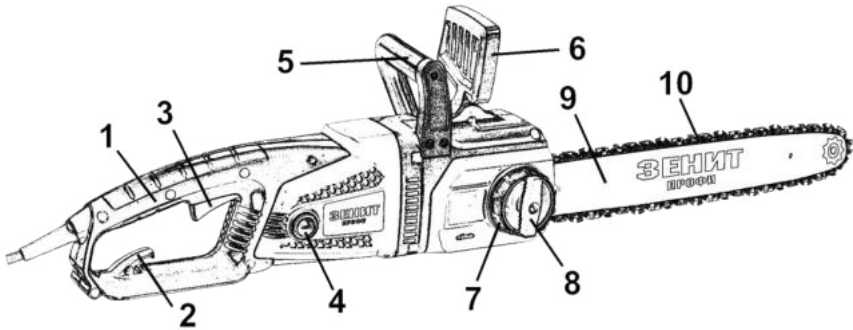

Рисунок 1
3.1.2 Відкрутіть фіксатор (8, рисунок 1), від'єднайте захисну кришку приводного зубчастого колеса.